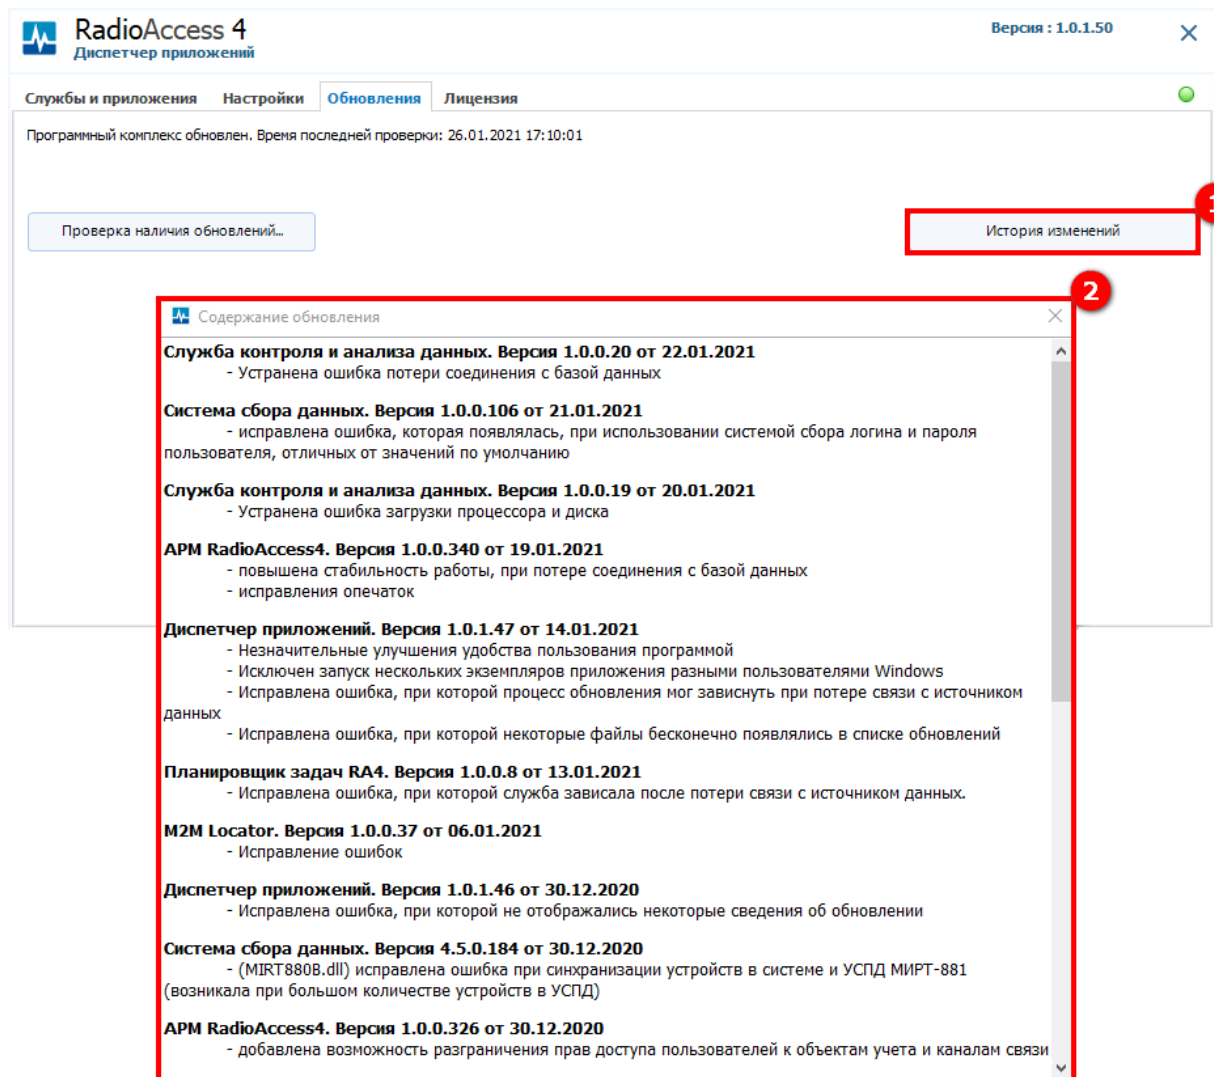

Рисунок 58 – История обновлений RadioAccess 4 (Радио Аксесс 4)
Для просмотра списка всех обновлений ПО **RadioAccess 4 (РадиоАксесс 4)** нажимаем кнопку **История изменений** (1) (см. рисунок 58). В открывшемся окне (2) будет отображена подробная информация обо всех обновлениях, в том числе с указанием всех содержащихся в обновлениях изменений.